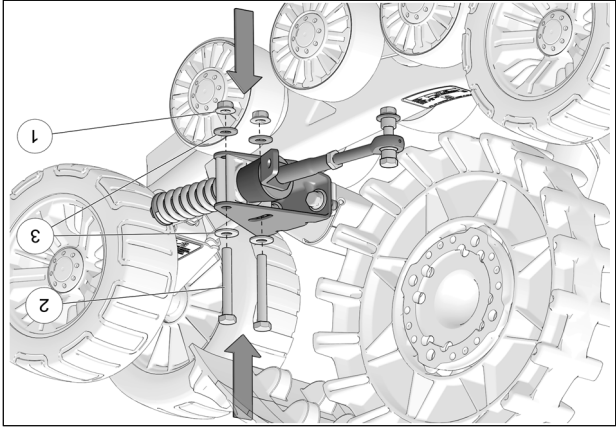

Fig. 16
7. Réinstaller les boulons (2), les rondelles (3) et les écrous (1) qui fixent les bras stabilisateurs aux systèmes avant. Voir la Fig. 16